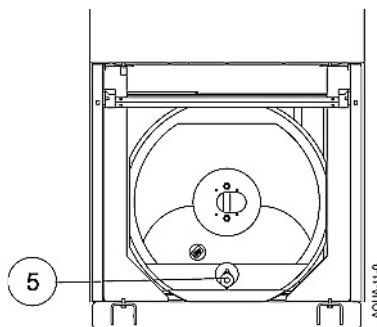

Fig. 19
9.3 Lediging (fig. 19)
- ▶ Sluit de ledigingskraan (5) aan op de riolering.
9.3 Vidange (fig. 19)
- ▶ Raccorder le robinet de vidange (5) à l'égout.